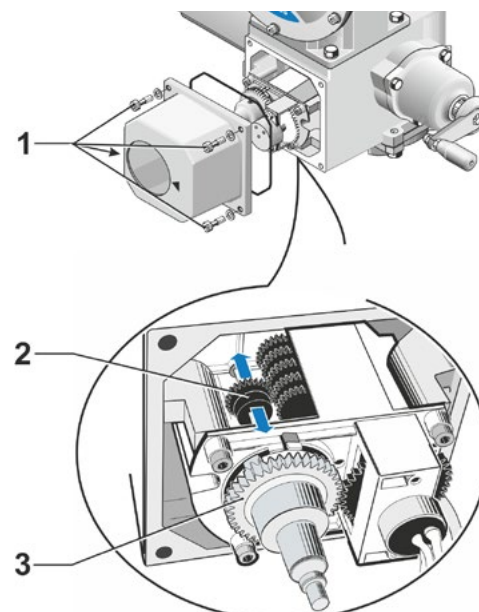

Fig. 3 : réglage de la démultiplication de réducteur de signalisation
5. Desserrer 4 vis (Fig. 3, Pos. 1) du couvercle du réducteur de signalisation et enlever le couvercle.
et décaler le pignon baladeur (Fig. 3, Pos. 2) de sorte que son pignon soit en face de la valeur de niveau souhaitée sur l'échelle.
- Faire glisser le pignon baladeur avec une légère pression dans le sens souhaité. Le décalage du pignon baladeur est facilité par un léger mouvement de la roue centrale (Fig. 3, Pos. 3).